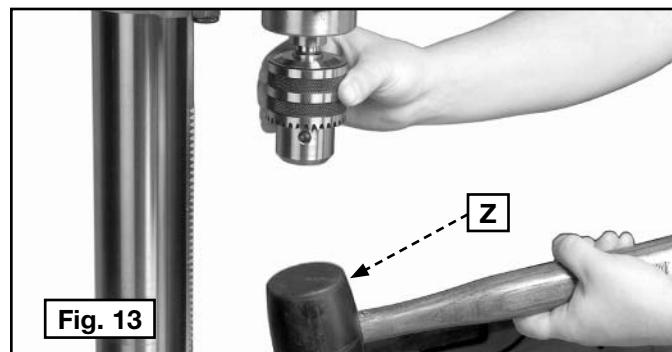

Fig. 13
**IMPORTANT :** faire tourner le mandrin jusqu'à ce que ses mâchoires soient complètement rétractées à l'intérieur de celui-ci. Maintenir le mandrin sur le cône de la broche. Le tapoter à l'aide d'un marteau souple (Z), fig. 13, ou d'un morceau de bois et d'un marteau, pour positionner le mandrin.